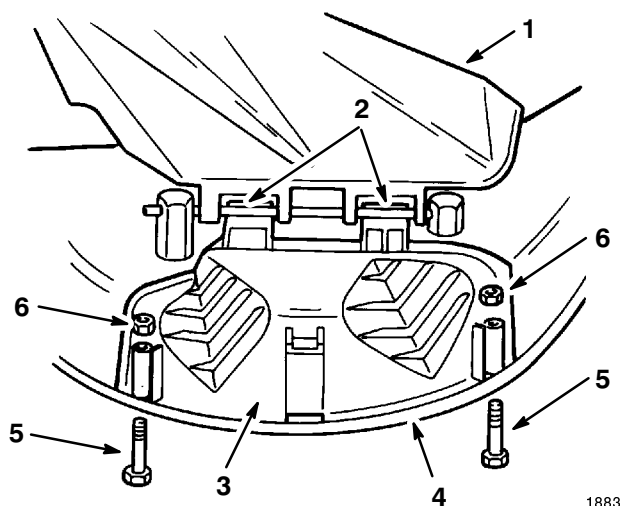

Bild 14
2. Heben Sie das Ablenkblech an und schieben die Zungen oben an der Auswurfkanalabdeckung unter die Haltestange des Ablenkblechs. Drehen Sie die Auswurfkanalabdeckung über die Öffnung und auf die untere Lippe des Schneidwerks herunter (Bild 14).
3. Befestigen Sie die Auswurfkanalabdeckung mit Schrauben und Muttern an der unteren Lippe des Schneidwerks (Bild 14).